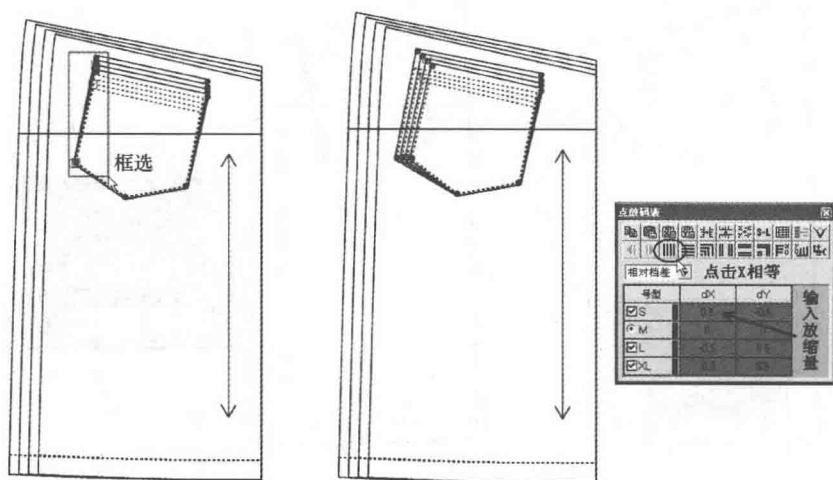

图5-44 后贴袋左侧放缩效果图
(14) 用  【选择纸样控制点】工具框选后贴袋左侧，在【横向放缩】栏输入放缩量0.5cm，然后点击X相等（图5-44）。